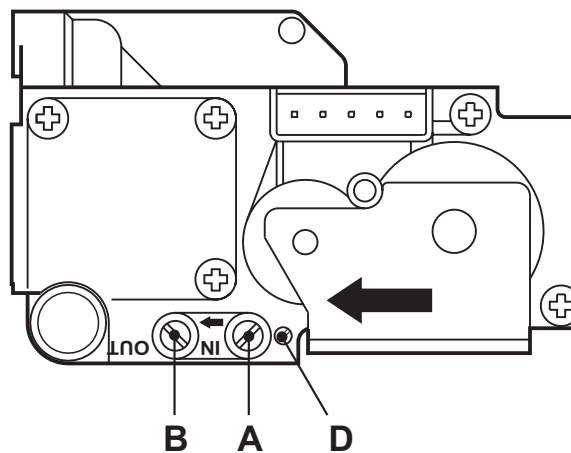

рис. 15 - Газовый клапан
- Подключите надлежащий манометр к контрольной точке "B" рис. 15, расположенной после газового клапана
- Отрегулируйте минимальное давление с помощью регулировочного винта "D" рис. 15, поворачивая его по часовой стрелке для уменьшения и против часовой стрелки для увеличения.